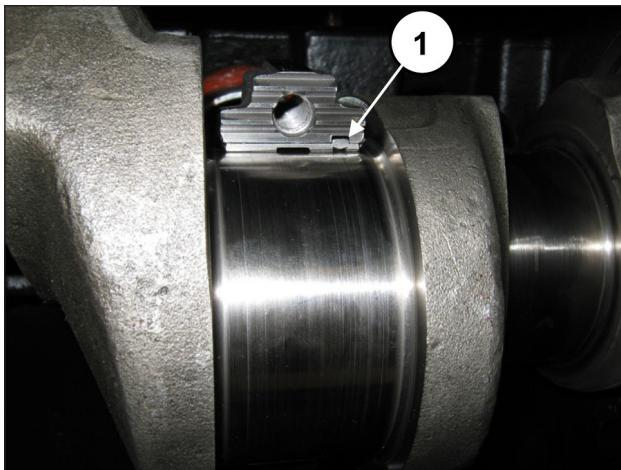

Рис. 68
Для правильности сборки полуподшипников убедитесь, что контрольная шпонка полуподшипников попадает в специальный паз на половинке шатуна (поз. ①, Рис. 68).